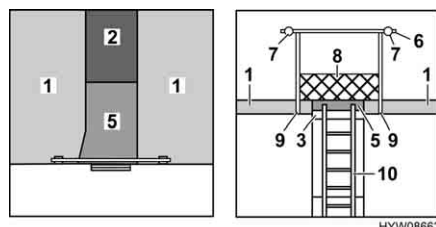

Fig. 54 Dopo la trasformazione
- Applicare nuovamente il cuscino aggiuntivo (Fig. 54,2).
- Posizionare il cuscino aggiuntivo (Fig. 54,5) sull'allargamento letto.
- Fissare la rete protettiva (Fig. 54,8) a destra e a sinistra ai velcri (Fig. 54,9) sotto il materasso (Fig. 54,1).
- Agganciare la scaletta di accesso (Fig. 54,10) con entrambe le staffe alla barra di presa dell'allargamento letto (Fig. 54,3).
- Agganciare il corrimano (Fig. 54,6) agli attacchi (Fig. 54,7) quando le persone si trovano nel letto.